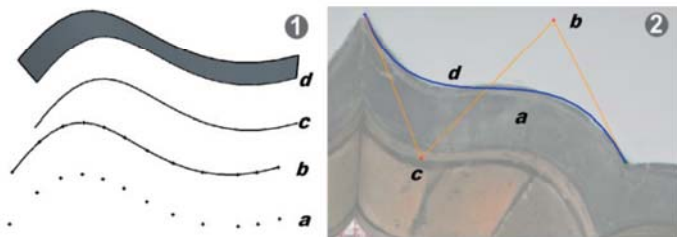

图 1.3.3 不规则曲线示例(插值拟合与逼近拟合)
不规则曲线又称自由曲线,是指形状比较复杂、不能用二次方程准确描述的曲线。其涉及的问题有两个方面:一是被修改过的自由曲线,使其满足设计者的要求,如图1.3.3②所示;二是由已知的离散点确定的曲线,如图1.3.3①所示。使用平面离散点获得曲线特征,则必须首先通过拟合方式形成光滑的曲线。离散点确定了曲线的大致形状,拟合就是强制曲线沿着这些点绘制出样条曲线。拟合的方法常见的有“插值拟合”(见图1.3.3①a、b、c、d)与“逼近拟合”(见图1.3.3②a b c d)等(见图知意,不展开讨论)。